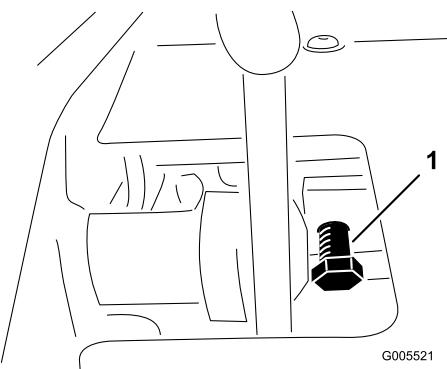

Figura 57
1. Afloje la contratuerca del tornillo de caperuza del bloqueo del pedal (Figura 57).